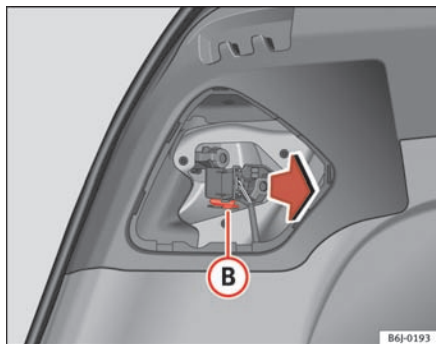

Fig. 151 Afmontering af pærefatning
- Træk pærefatningen ud ved at trykke clipsene (B) ind ⇒ fig. 151.